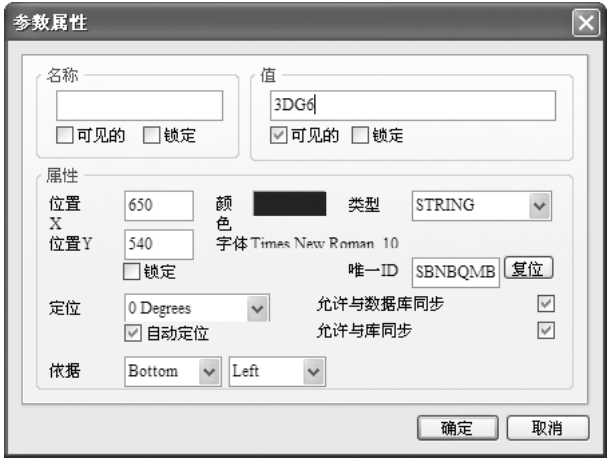

图 4-42 “参数属性”对话框
14) 在右侧“Parameters”(参数)选项栏中单击“添加”按钮,弹出“参数属性”对话框,在“值”文本框中输入“3DG6”,同时勾选下方“可见的”复选框,如图4-42所示。